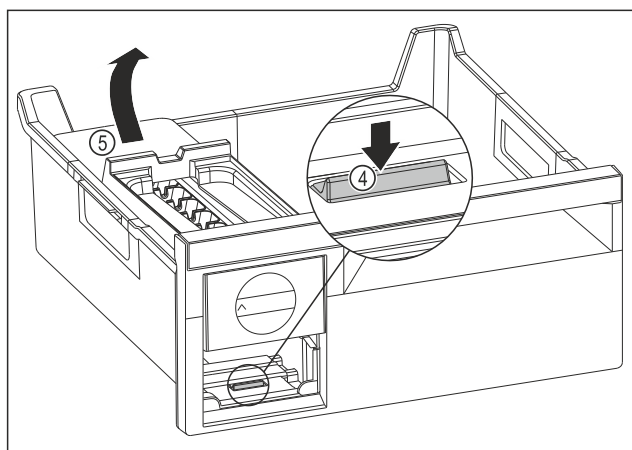

Fig. 183
- ▶ Udtagning af EasyTwist-Ice-legemet: Tryk lasken Fig. 183 (4) ned med fingeren, og løft samtidigt EasyTwist-Ice-legemet Fig. 183 (5) med den anden hånd.